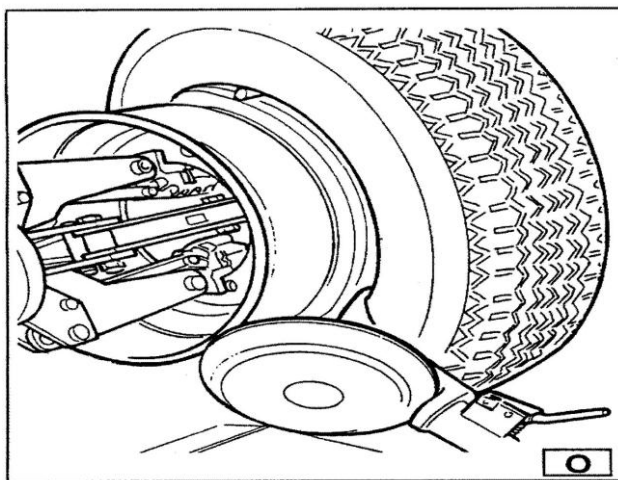

Рисунок 13. Правильный сдвиг монтажной руки
4) Передвиньте монтажную руку с крючком вперед, чтобы он был почти на одной линии с внешним краем обода (не доходя 5 мм – смотрите на рисунок 13).